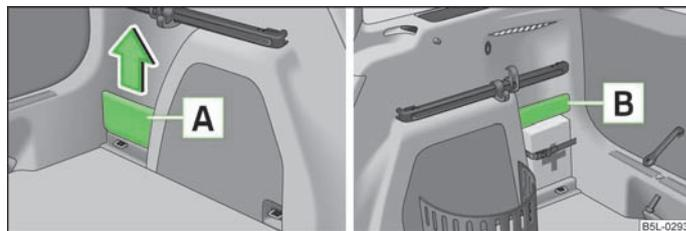

Fig. 82 Coffre à bagages : Vide-poches
Il est possible de retirer le couvercle du compartiment latéral [A] » fig. 82, ce qui permet d'agrandir le coffre à bagages.
➤ Attrapez le couvercle par sa partie supérieure [A] et retirez-le avec précaution dans le sens de la flèche » fig. 82.
- Le vide-poches extractible [A] » fig. 82 sur le côté gauche est adapté pour déposer des petits objets jusqu'à un poids de 1,5 kg.
- Le vide-poches [B] » fig. 82 sur le côté droit est adapté pour déposer des petits objets jusqu'à un poids de 0,5 kg.